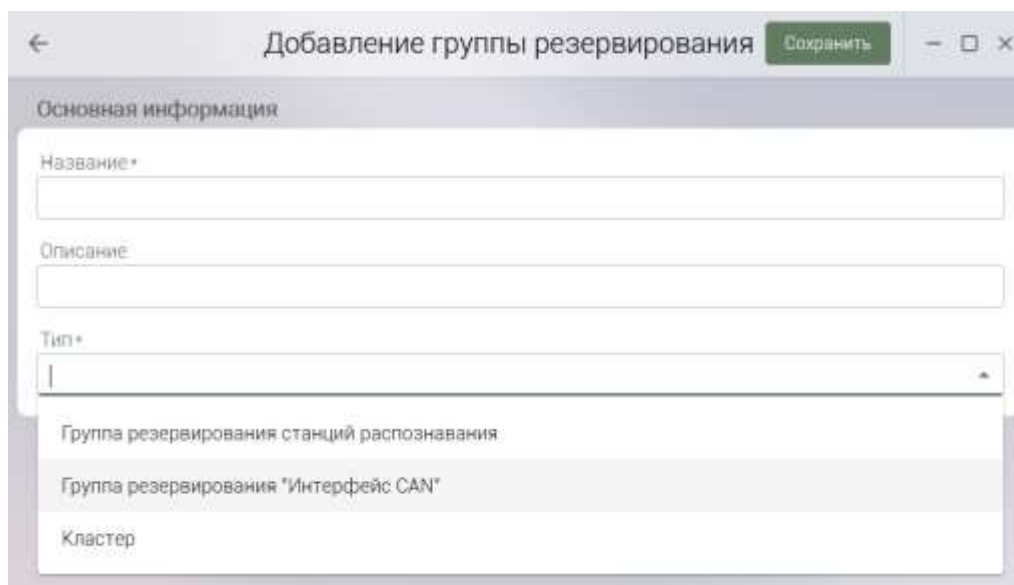

Рисунок 10 – Выбор типа группы резервирования
- 5) На странице Резервирование нажать на кнопку [+] чтобы добавить новую Группу резервирования. Заполнить поля Название и Описание, выбрать тип группы. Например, для резервирования модуля сопряжения контроллеров серии 42Х-Р необходимо выбрать группу **Группа резервирования «Интерфейс CAN»** (Рисунок 10).